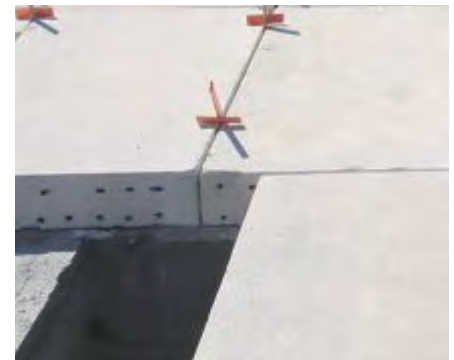

Fig. 6: Separación de la Junta.
6. Realizar la misma operación con el siguiente panel. Colocar dos separadores de panel a los tercios y uno al centro para dejar una junta uniforme de 4.7 mm (3/16") entre paneles (ver Fig. 6).